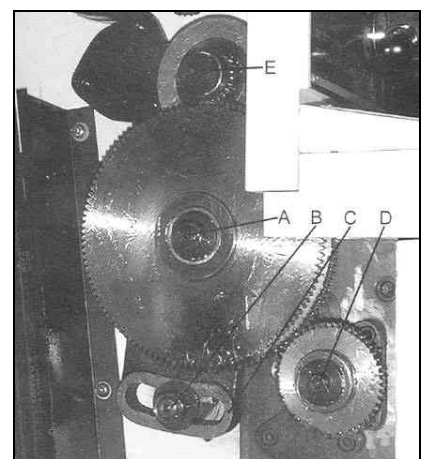

Fig 17
Lösen Sie die Schraube (A, B, Fig 17) und die Mutter (C) um die Räderschere auszuschnenken.